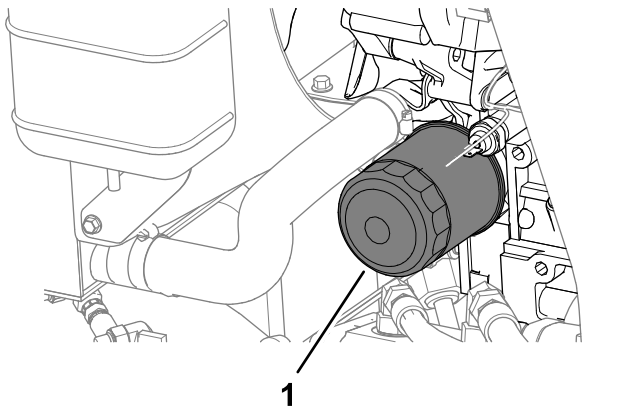

Figura 66
4. Demontați filtrul de ulei (Figura 66).